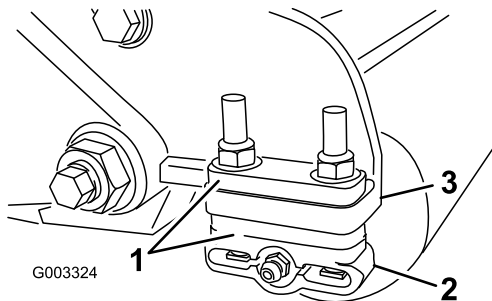

Figura 13
1. Ajuste los soportes del rodillo trasero (Figura 13) al intervalo de alturas de corte deseado colocando la cantidad necesaria de espaciadores debajo de la brida de montaje de la chapa lateral (Figura 13), según lo indicado en la Tabla de alturas de corte.